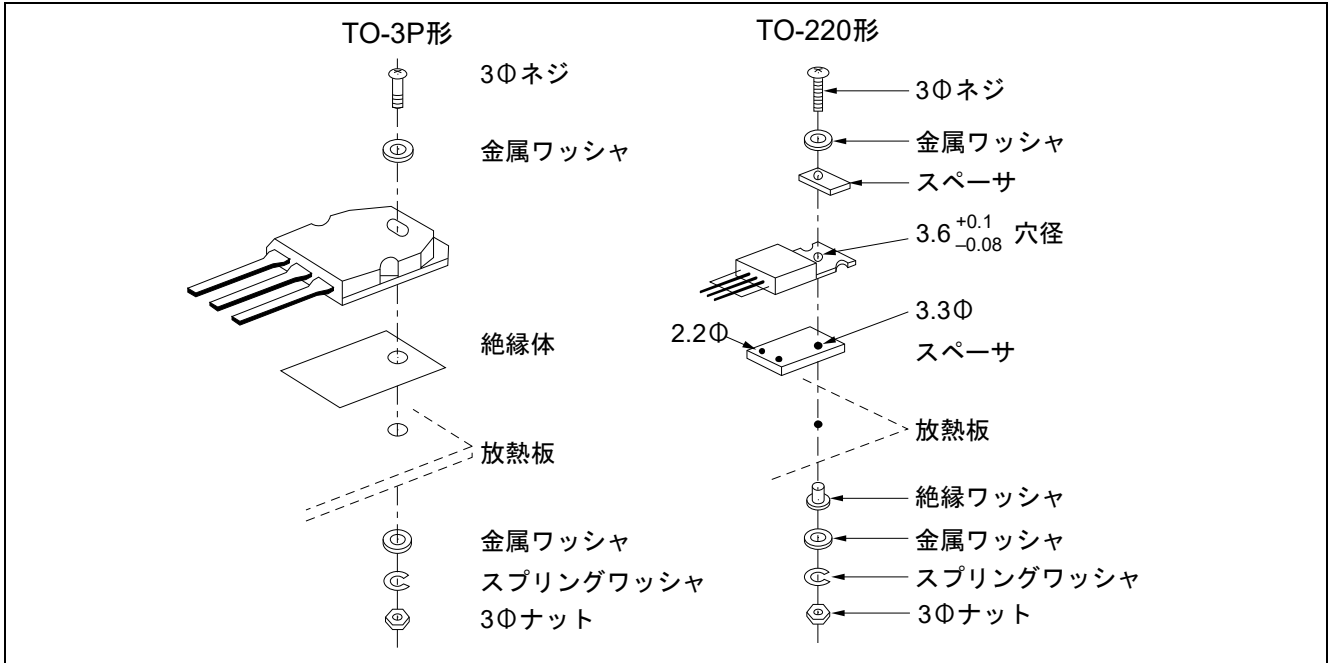

図7 パワーデバイスの取り付け方法例
(9) パワーデバイスの取り付けに際しては、推奨部品（スペーサ、ワッシャ、ラグ端子、ネジ、ナット等）を使用してください（図7参照）。
(10) 使用するネジについてご配慮ください。